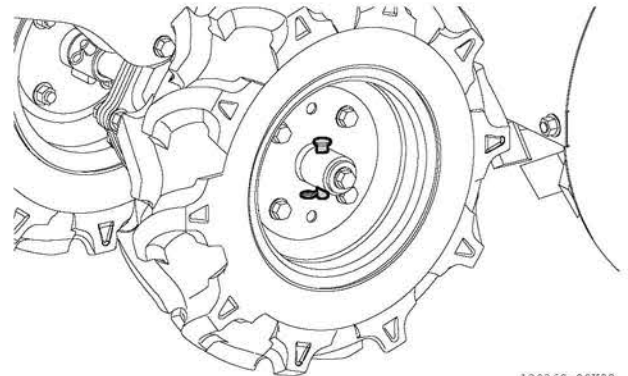

図 6-2 平頭ピンの取り付け
2. 左右各タイヤの外側にあるボスの穴に、外した平頭ピンを取り付けます。(図 6-2)